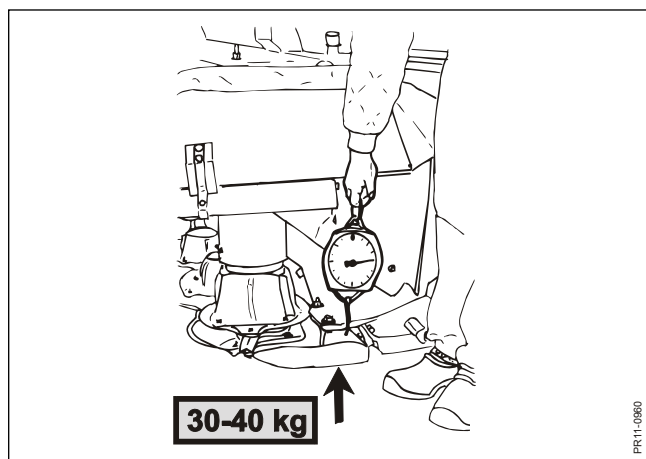

Рис. 3-13
- Рис. 3-13** Пружину можно отрегулировать таким, образом, что режущий механизм будет находиться в плавающем положении. К примеру, затяните пружину регулирующую подъемную силу режущего механизма до **30-40 кг на каждую сторону** (вес пружины служит